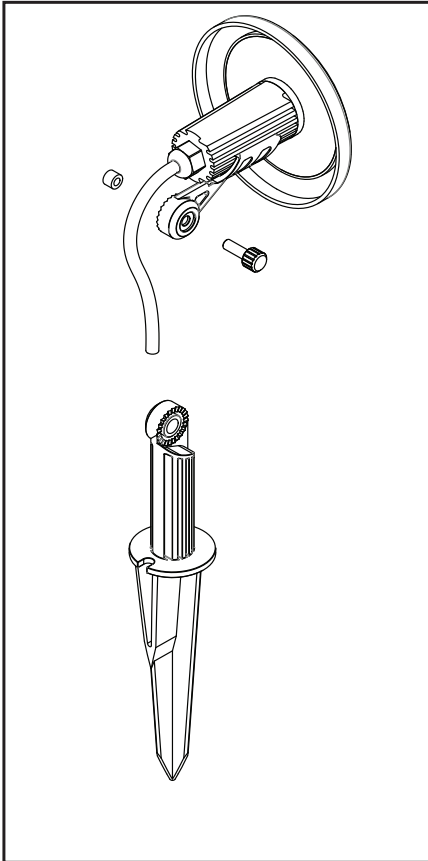

Figura 1. Ensamblaje de accesorio
1. Ensamble el accesorio como se muestra en la figura 1.